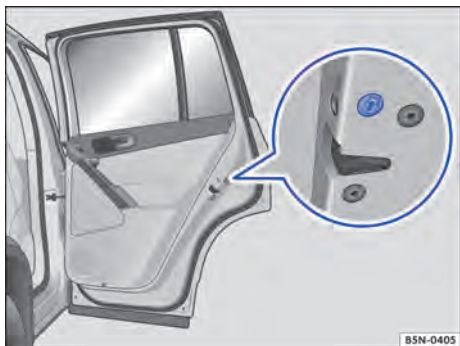

Fig. 215 Na parte dianteira da porta traseira direita: travamento de emergência, coberto por uma vedação de borracha.
- Remover a vedação de borracha da parte dianteira da porta. A vedação está identificada por uma fechadura  ⇒ Fig. 215.